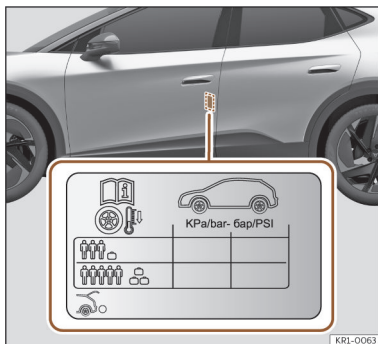

Fig. 201 Localização do autocolante da pressão de ar dos pneus.
- Adapte a pressão dos pneus à carga transportada pelo veículo >>> **Fig. 201.**
Os valores da pressão de enchimento indicam-se na etiqueta autocolante situada na zona posterior da moldura da porta dianteira esquerda >>> **Fig. 201.**
A pressão dos pneus tem de ser ajustada à carga momentânea do veículo. Se pretender utilizar o veículo com a carga máxima, terá de aumentar a pressão dos pneus para o valor máximo indicado na etiqueta >>> **Fig. 201.**
No caso de uma roda de emergência mais estreita (125/70 R16 ou 125/70 R18), encher a 4,2 bar de pressão segundo indicado na etiqueta de pressão dos pneus >>> **Fig. 201.**
>>> Fig. 201.